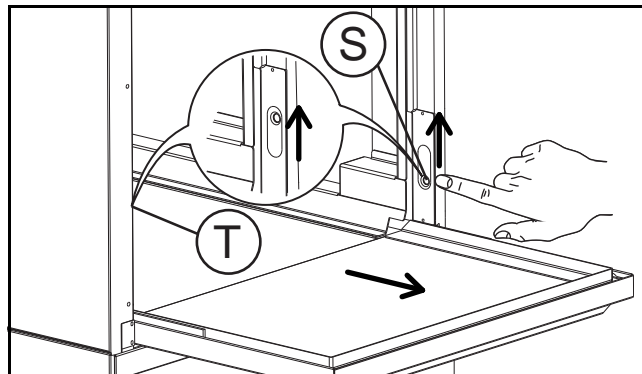

Figura 22 Retirada de la puerta
- Abra la puerta para acceder a la cuba (Figura 22):